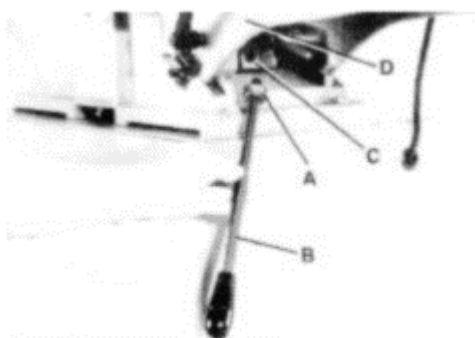
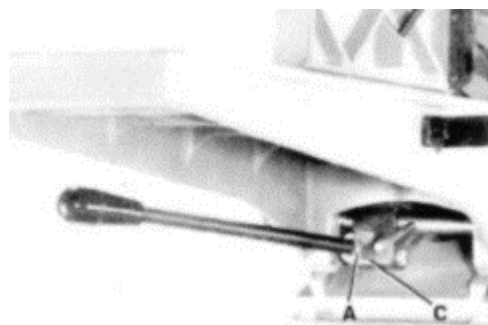

Рис. 6
Рис. 7
1. Навинтите контргайку (А), Рис. 6, по часовой стрелке на конец регулировочной ручки (В) до упора.
2. Ввинтите ручку (В), Рис. 6, в блок (С), который находится под столом подачи (D). Затяните контргайку (А), Рис. 7, напротив блока (С), как показано на рисунке.